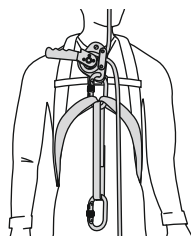

Рис.5
- Присоедините карабин к переднему элементу крепления страховочной привязи (рис. 5).